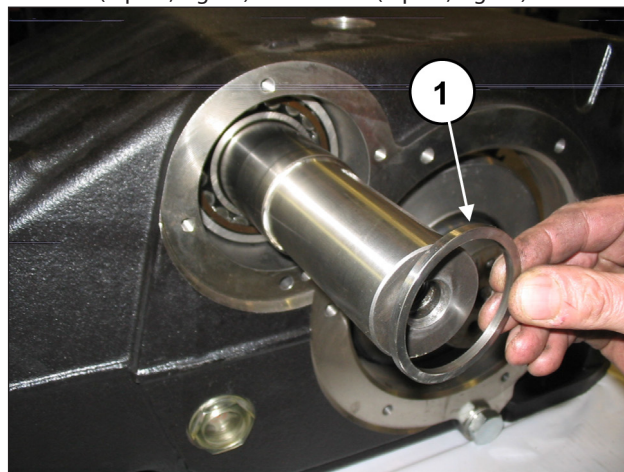
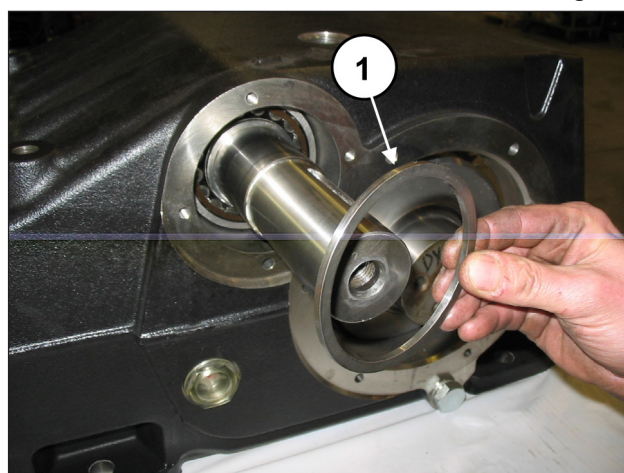

Fig. 59
Fig. 60
Des deux côtés, introduire les entretoises du roulement intérieur (rep. ①, Fig. 59) et extérieur (rep. ①, Fig. 60).